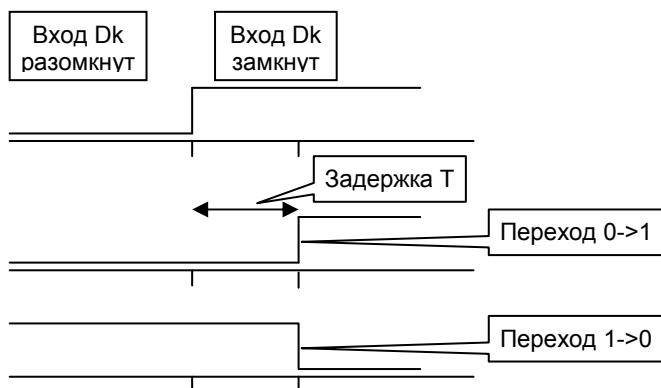

Рисунок 4.8
4.6.9 Условие «Задержка по дискретному входу» может использоваться для формирования перепада через определённое время после изменения состояния дискретного входа. Время задержки **T**, адрес и номер дискретного входа **Dk**, состояние выхода до и после задержки указываются при конфигурировании. Рисунок 4.8 поясняет использование данного условия.